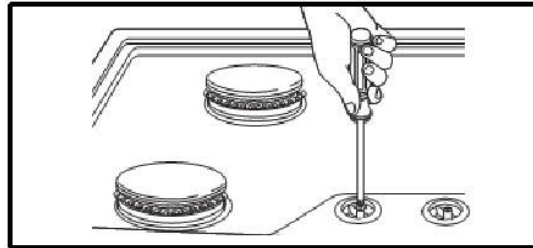

Figure 25
- Pour ajuster la flamme, enlevez les poignées, insérez un tournevis à travers le trou d'accès dans l'arbre de soupape comme montré (voir Figure 25). Faire les ajustements en tournant lentement le tournevis jusqu'à ce que l'apparence de la flamme soit correcte.